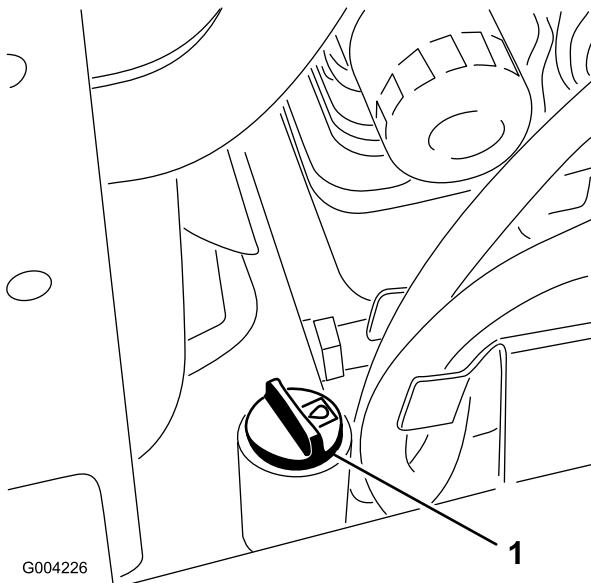

Figure 17
5. Nettoyez la surface autour du goulot de remplissage du réservoir hydraulique (Figure 17).